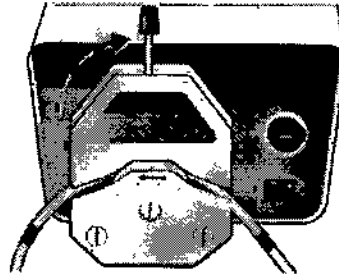

Fig 13. Bloqueo de la palanca de la cabeza de la bomba
12. Mueva la palanca de la cabeza de la bomba *en el sentido de las agujas del reloj* hasta la posición de bloqueo completo (Fig. 13 y Fig. 14).